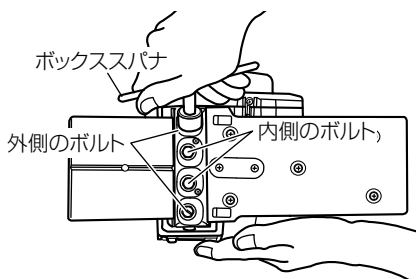

図 10
- (1) 付属のボックススパナで外側のボルト（2本）をゆるめ、つぎに、そのまま軽く締め直します。（図 10）
- (2) 内側のボルト（2本）をボックススパナでゆるめて抜き取ります。（図 10、11）